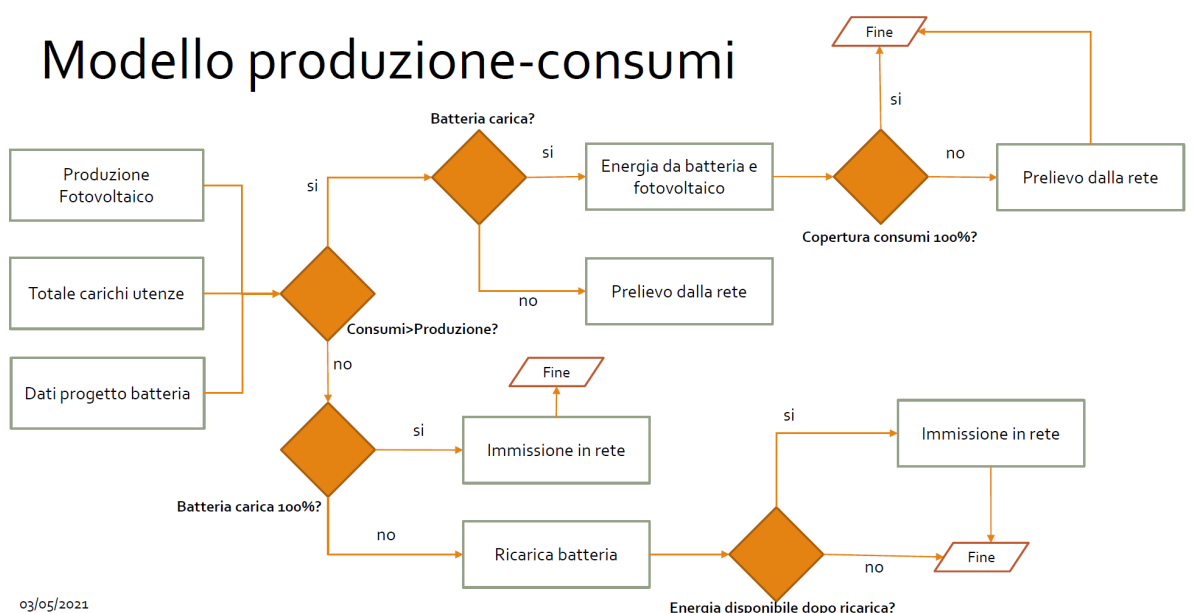

Figura 1: Diagramma di flusso del modello
Il modello si basa sull'integrazione della produzione oraria di un sistema fotovoltaico (FV) e dei consumi aggregati di tutte le possibili utenze della CER. C'è la possibilità di integrare anche un sistema di accumulo. Il diagramma di flusso del modello è mostrato in Figura 1.